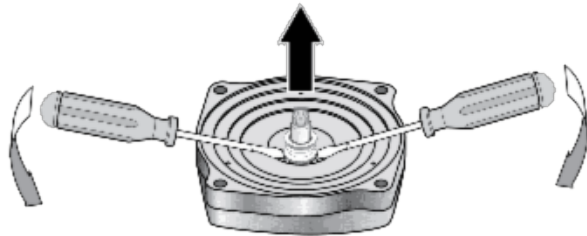

Figura 12: Saque la junta
6. Con dos destornilladores, como se muestra en la Figura 12, extraiga el ensamblaje giratorio de la junta del eje.